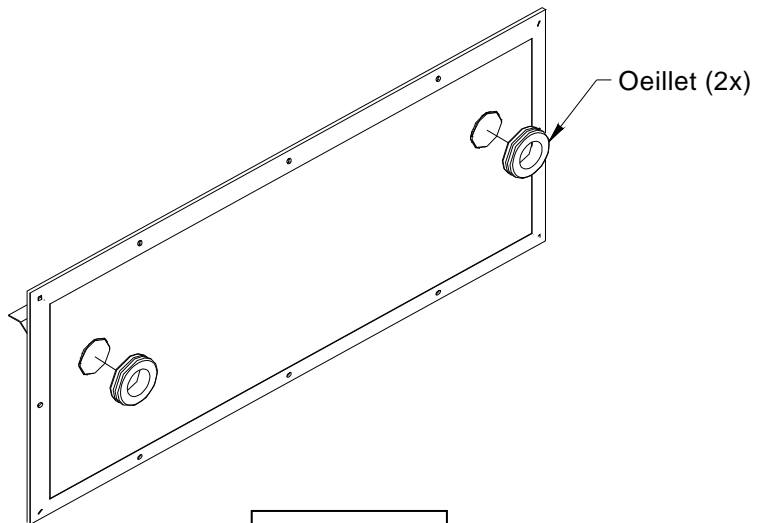

Figure 6
Étape 4: À l'aide d'un tournevis retirer les « emporte-pièces » du panneau. Ensuite, installez les œillets dans les trous. (Figure 6)